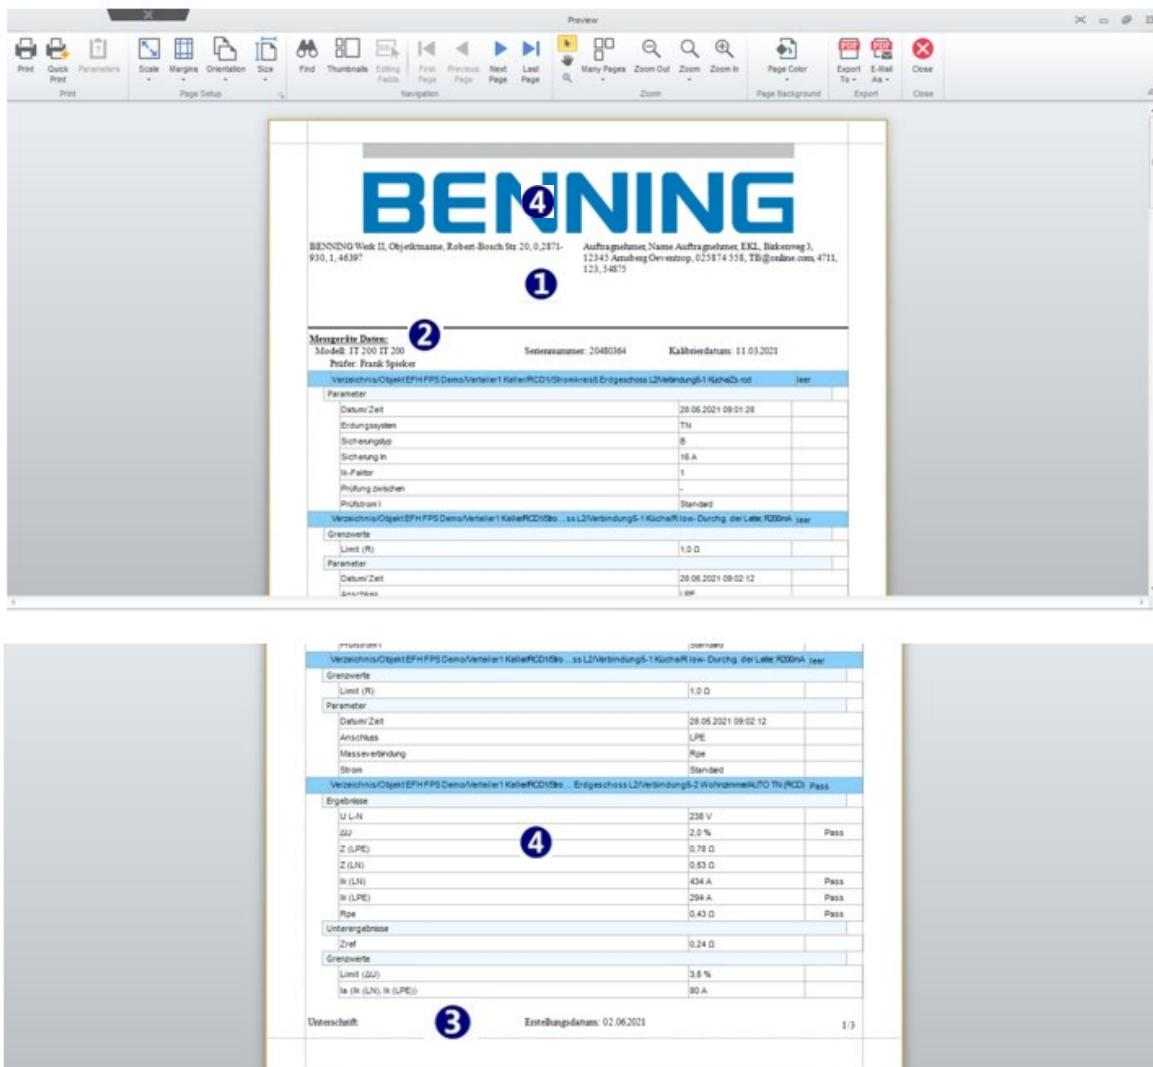

Abbildung 8.2: Druckvorschau des Ergebnisberichts
- Klicken Sie auf **Ergebnisbericht** in der Funktionsgruppe Werkzeuge der Home-Registerkarte, um das Druckvorschaufenster des Berichts zu öffnen (**Abbildung 8.2**).